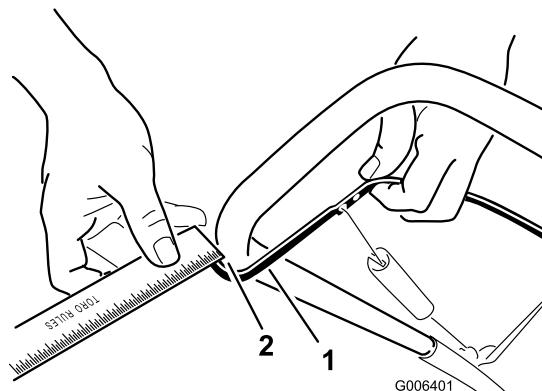

Figure 24
Rapprochez la barre de commande du guidon pour tendre le câble de commande (Figure 24).
Remarque: Vérifiez que la barre de commande et le guidon sont espacés de 2 à 3 mm (1/16 à 1/8") (Figure 24).
2. Accrochez le raccord en Z à un trou plus haut ou plus bas sur la biellette de réglage de manière à obtenir un écart de 2 à 3 mm (1/16 à 1/8") entre la barre de commande et le guidon (Figure 24).